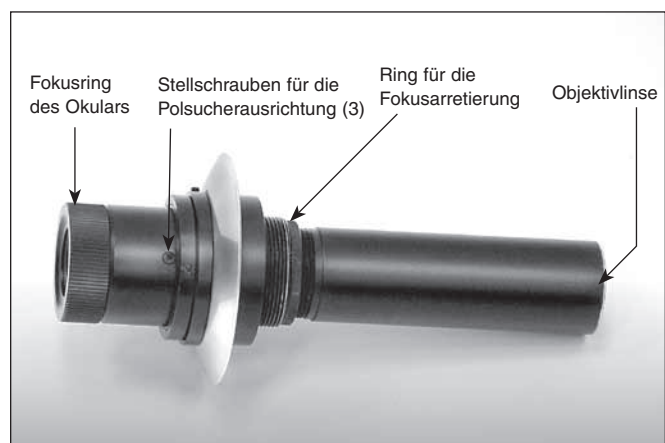

Abbildung 8. Der Polsucher.
Im Lieferumfang der Sirius-Montierung ist ein Polsucher enthalten (**Abbildung 8**). Dieser ist in der Rektaszensionsachse der Montierung untergebracht. Wenn dieser richtig ausgerichtet und verwendet wird, ist die Poljustierung ein Kinderspiel. Der im Lieferumfang der Sirius-Montierung enthaltene Polsucher kann zur Poljustierung auf der nördlichen Hemisphäre verwendet werden. Das heißt, die Fadenkreuz-Grafik des Polsuchers hat Referenzsternmuster, die nützlich für die Ausrichtung in der nördlichen Hemisphäre sind (**Abbildung 9**). Entfernen Sie die Kappe vom Okular des Polsuchers, um durch sie sehen zu können und überprüfen Sie, dass die Kappe auf der vorderen Öffnung des Einbaugeschäuses entfernt ist.
4. Schauen Sie erneut durch den Polsucher. Ist das betrachtete Objekt noch auf dem Fadenkreuz zentriert? Wenn ja, ist keine weitere Anpassung erforderlich. Wenn nicht, schauen Sie durch den Polsucher, während Sie die Montierung über die RA-Achse drehen. Sie werden feststellen, dass sich das Objekt, das Sie zuvor zentriert haben, im Polsucher auf einer Kreisbahn bewegt. Verwenden Sie den 1,5 mm Innensechskantschlüssel, um die drei Ausrichtungs-Set-Schrauben auf dem Polsucher (**Abbildung 8**) einzustellen, um das Objekt um die Hälfte der Strecke auf dem Kreuz zu bewegen. Dann werden Sie das Objekt wie in Schritt 2 wieder auf dem Fadenkreuz positionieren, unter Verwendung der Schwenkhebel für die Breitengradeinstellung und Azimutstellknöpfe.
Entfernen Sie dazu zunächst den Polsucher aus der Montierung, indem Sie ihn heraus-schrauben. Schauen Sie durch den Polsucher auf einen Stern (bei Nacht) oder auf ein mindestens 1/4 Meile (400 bis 500 m) entferntes Objekt (am Tag). Stellen Sie das Fadenkreuzmuster mit Hilfe des Fokusrings am Okular scharf. Öffnen Sie nun den Ring für die Fokusarretierung (**Abbildung 8**) und schrauben Sie das gesamte